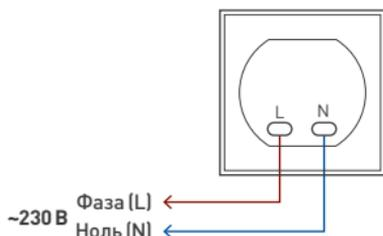

Рис. 1.
- 3.5. Подключите провода сетевого питания АС 230 В к контактам розетки в соответствии со схемой (рис. 1): L (фаза) — коричневый, N (нейтраль) — синий.